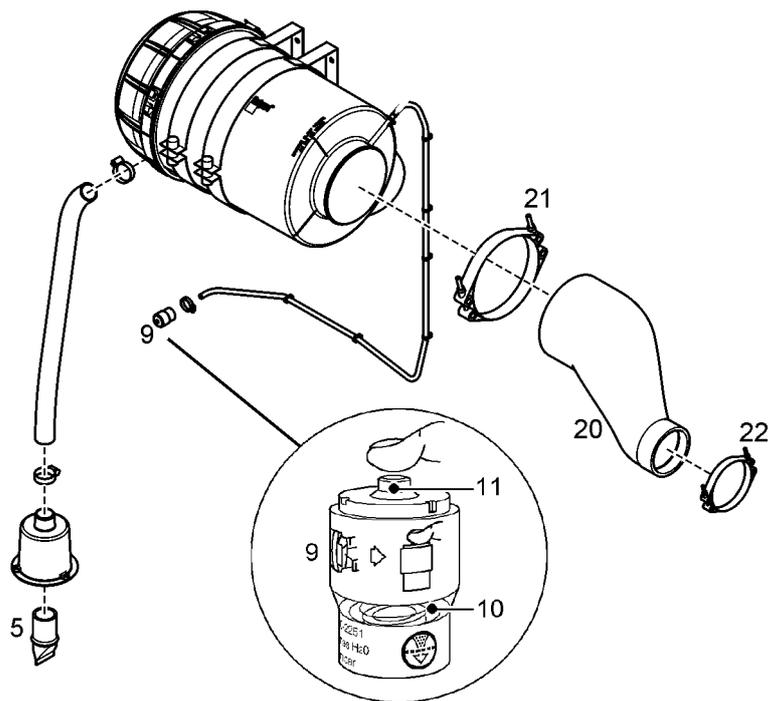

Fig. 5-38 Indicador de baja presión, válvula evacuadora de polvo, tubo aspirador de motor
- ▶ En caso que sea necesario, apretar los tornillos de bridas **21** y **22**(véase Fig. 5-38 en pág.54).